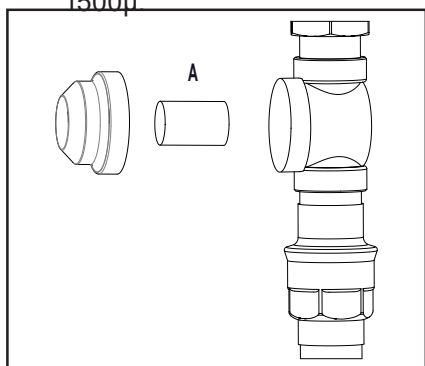

Fig. 2 110002117
Une installation typique de propulseur de plancher est montrée dans fig. 2
5. Retirer le filtre (A, Fig.2) et placez-le dans une solution de détartrage. Remarque : les systèmes MB ne sont pas fournis avec un filtre monté à l'usine. Au cas où un filtre est monté dans un système MB, la procédure de détartrage est telle qu'elle est décrite ci-dessus.